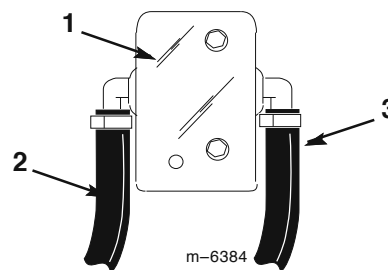

図16
14. 攪拌ホースに取り付けたS53 T字管の空いたフィッティングに短い1/2 インチホースを接続し、このホースをボール・バルブ (小) アセンブリの後ろ側の1/2 インチ鋸歯まで引く (図16)。
17. バイパス・ホースに取り付けたS53 T字管の空いたフィッティングに短い1/2 インチホースを接続し、このホースをボール・バルブ (小) アセンブリの前側の1/2 インチ鋸歯まで引く (図16)。